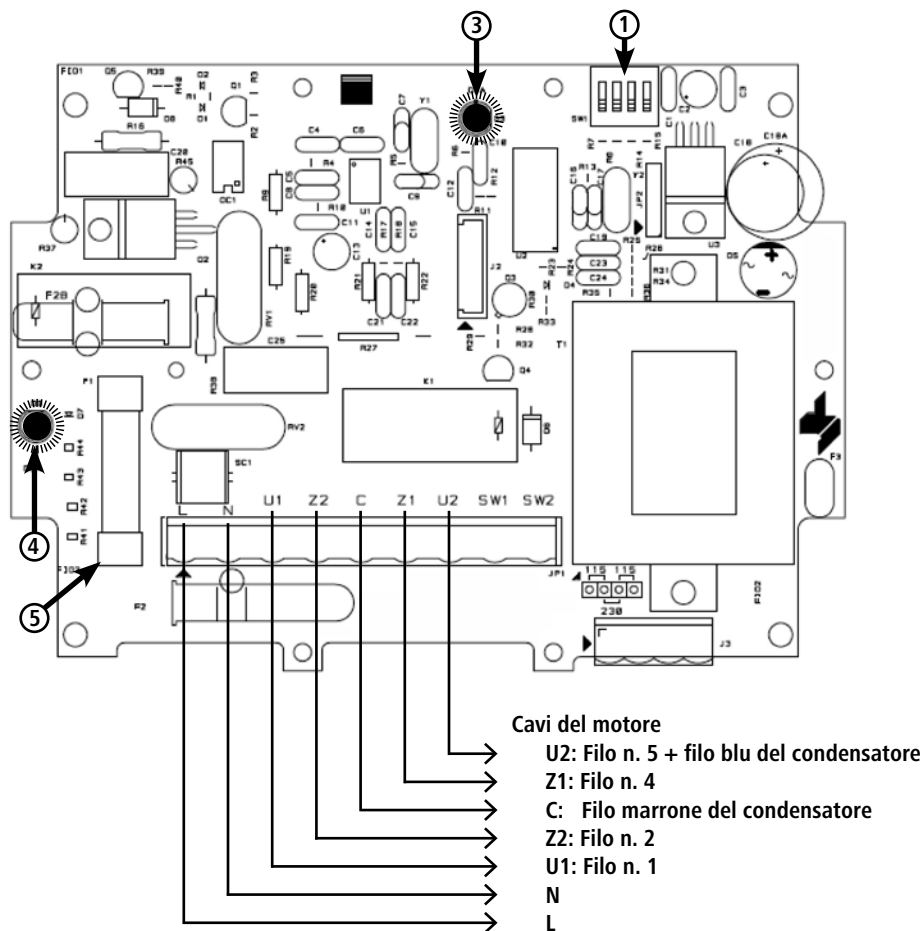

Figura 7: Schema del circuito di controllo principale
Il valore soglia della resistenza (= resistenza di disinserimento) può essere impostato con il dip switch nero (pos. 1 figura 7) sulla scheda del circuito di controllo. Per modificare l'impostazione rivolgersi sempre a un elettricista specializzato in grado di garantire l'apertura sicura dell'unità di comando. (Tabella all'interno dell'unità di comando).